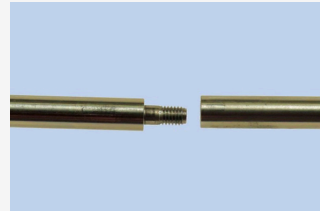

Fig. 4
3. Atornilla las mitades de las dos barras largas de soporte juntas (**Fig. 4**).